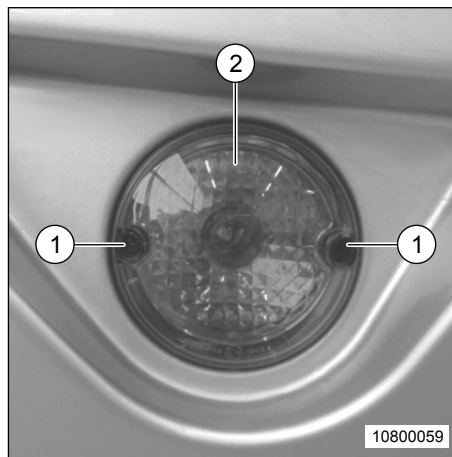

Fig. 129 Feu antibrouillard arrière
1. Dévisser les vis à droite et à gauche (Fig. 129, pos. 1) du cache de l'ampoule (Fig. 129, pos. 2).
2. Enlever le cache (Fig. 129, pos. 2) et remplacer l'ampoule (Fig. 120, pos. 2).